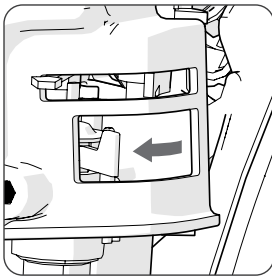

Abb. 6
- Schließen Sie den Kraftstoffhahn. **(Abb. 6)**